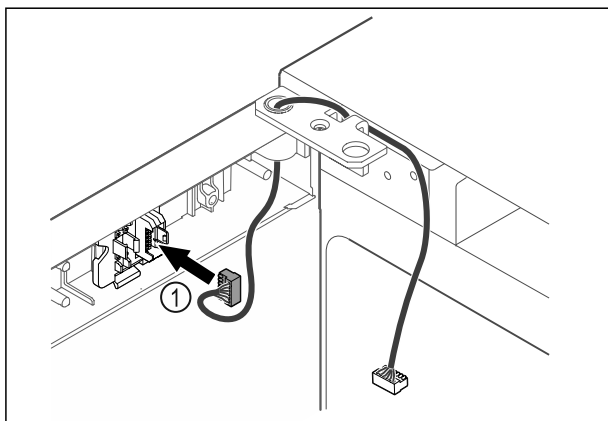

Fig. 63
- Zasuňte zástrčku Fig. 63 (1) do držáku zástrčky.